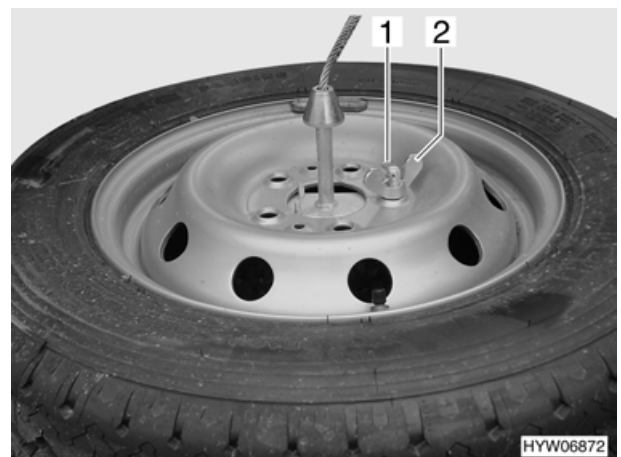

Bild 107 Ersatzrad
- Sicherungssplint (Bild 107,1) und Flügelmutter (Bild 107,2) des Ersatzradhalters lösen.